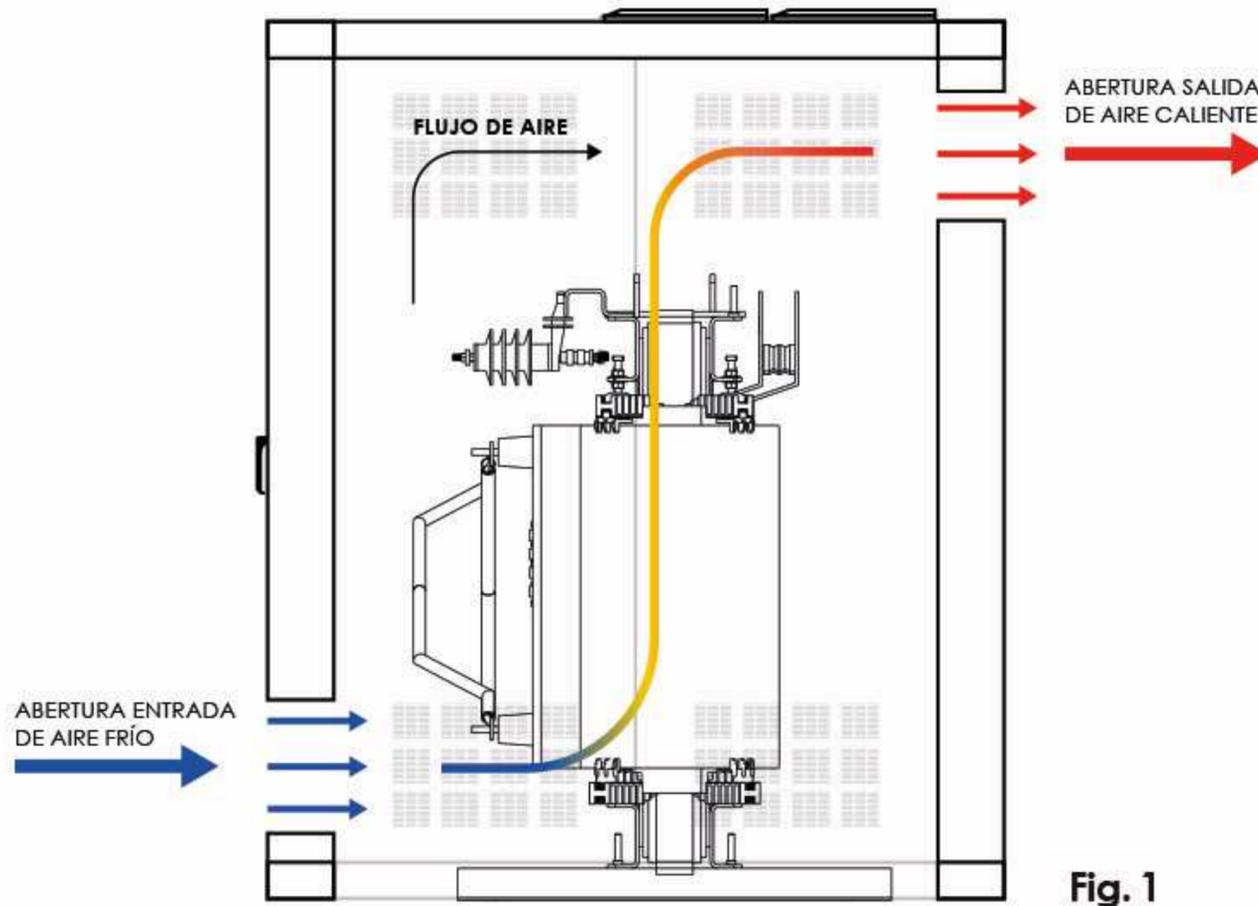

Fig. 1
- A continuación se muestra el esquema de la ventilación natural en las celdas y cuartos eléctricos **Fig. 1** y las áreas mínimas de aberturas en las celdas para una óptima ventilación del Transformador.